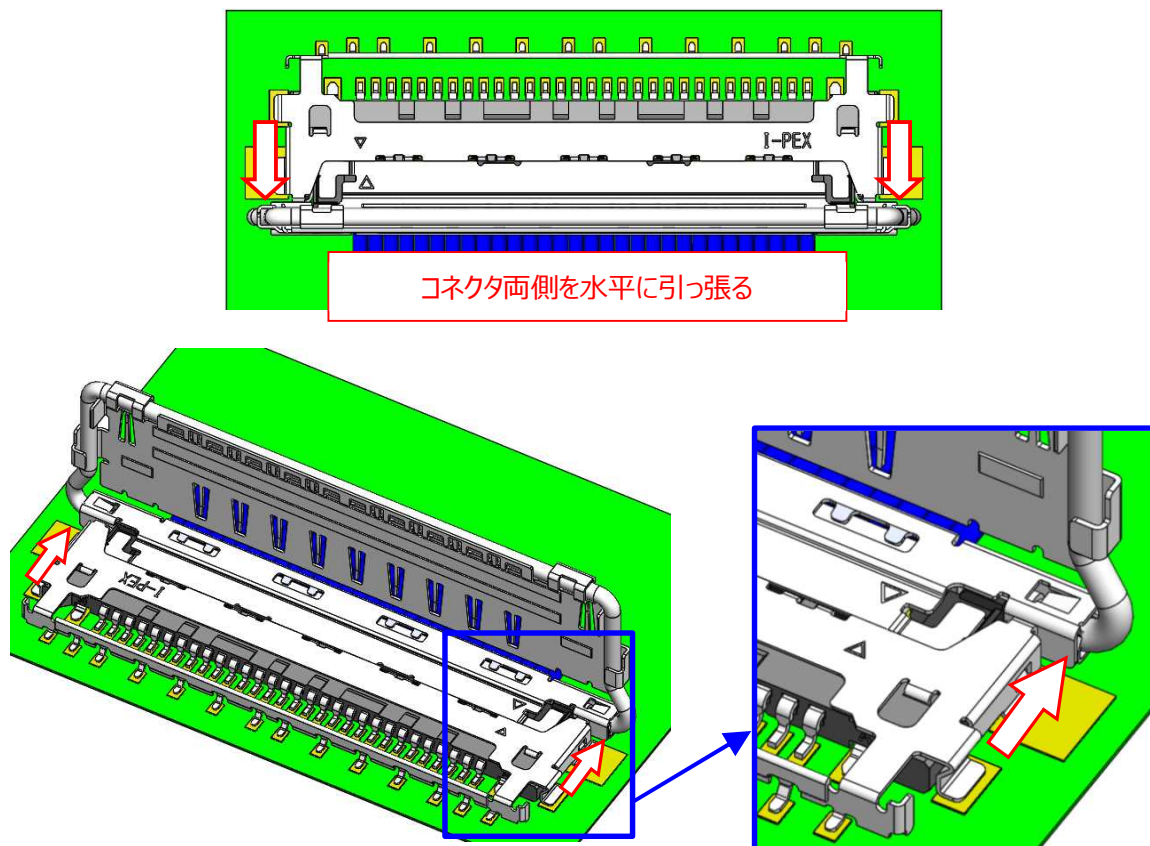

図 16
② 図 16 の様に、プラグコネクタの両側を水平に引っ張り、抜去を行う。